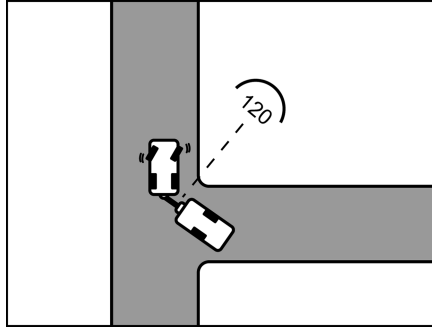

Bild 12 Start
- Stanna genast när bilen och husvagnen står i ca 120° vinkel mot varandra (Bild 12).